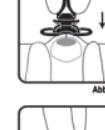

Abb. 4
7. Führen Sie die Nadel durch die Haut und das Septum in die Port-Kammer (Abb. 4).
7. För in nålen genom huden och septum in i portens behållare (Fig. 4).